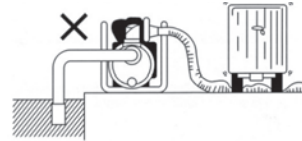

Рис. 1
5. Не допускайте пережима / перекрытия шланга подачи воды - это может привести к повреждению насоса (Рис. 1, 2).